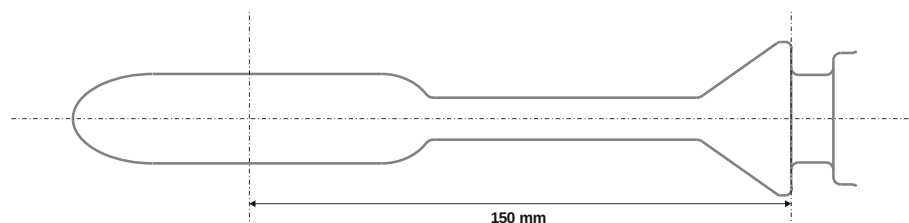

Abbildung 12: Abstand zwischen dem Mittelpunkt der tropfenförmigen Spitze zum Ende des Konusrings zur Kondomfixierung.
- Der Mittelpunkt der tropfenförmigen Spitze hat einen Abstand von 150 mm zum Ende des Konusrings der Kondomfixierung (siehe Abbildung 12).